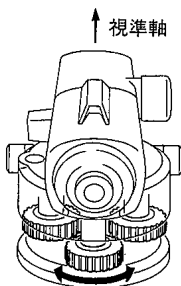

図 7.4
- 2) 視準軸に近い整準ねじ 1ヶを左右それぞれ 1/8 回転し、十字線の動きを見て下さい。(図 7.4)